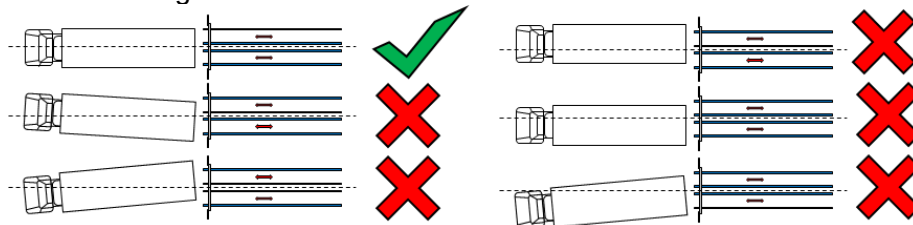

Abbildung 6.1 Ausrichtung von Auflieger und Dock
- Fahren Sie den Auflieger vorsichtig und mit der geringstmöglichen Geschwindigkeit rückwärts an die Anschlagblöcke. Achten Sie auch darauf, dass der Auflieger korrekt am Dock ausgerichtet ist (siehe Abbildung 6.1).